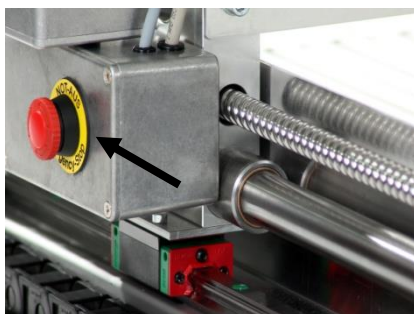

Abb. 2: Not-Aus-Taster an der Y-Brücke
- Den Not-Aus-Taster (Abb. 2 u. 3) erst entriegeln, wenn keine Gefahr mehr besteht.